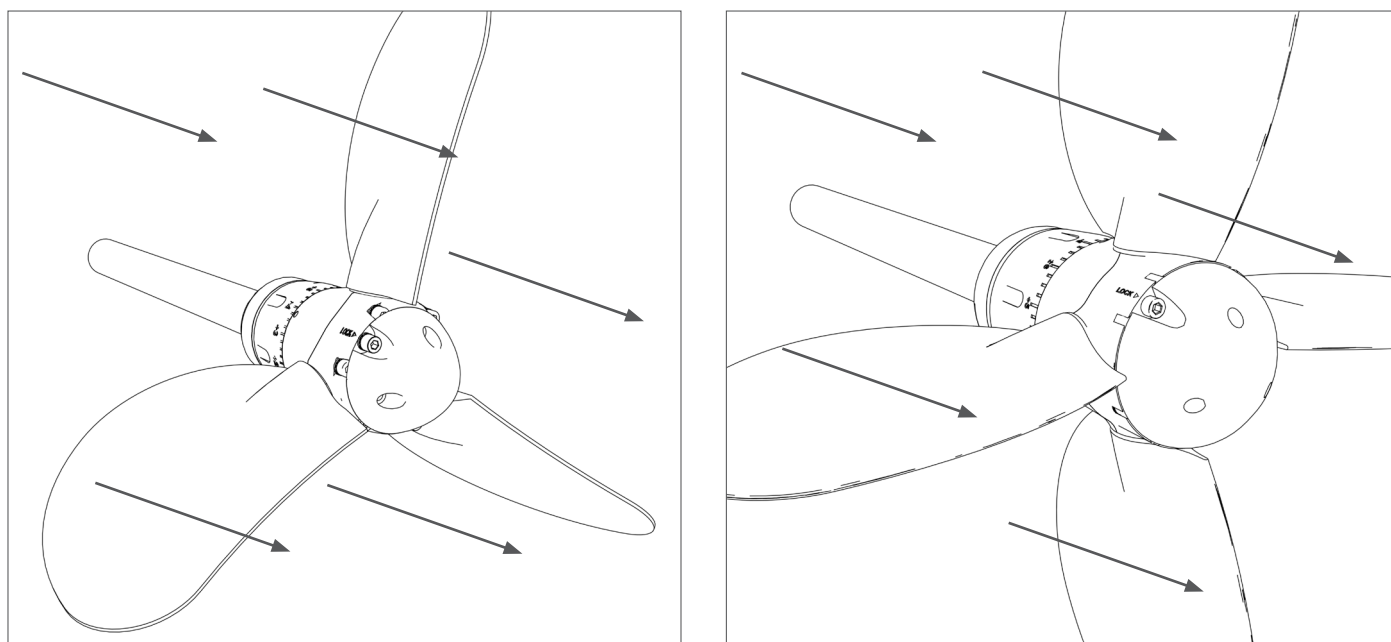

FIG. 28 | Débit de l'eau
- À ce stade, les pales se positionneront automatiquement en drapeau, en offrant le minimum de résistance à l'avancement (**Fig. 28**).